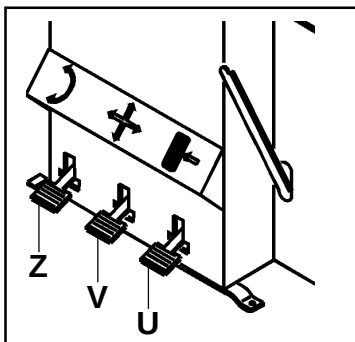

Fig. 9 - Abb. 9
- Aprire le griffe dell'autocentrante premendo il pedale (V). (Fig. 9)
- Posizionare il cerchio sul piatto e, tenendolo premuto con le mani verso il piatto, premere il pedale (V) per chiudere l'autocentrante. (Fig. 9)
- Open the clamps onto the turntable by pressing pedal (V) (fig.9)
- Set the rim onto the table and, keeping it pressed down by hand, press pedal (V) to close the turntable (fig.9)